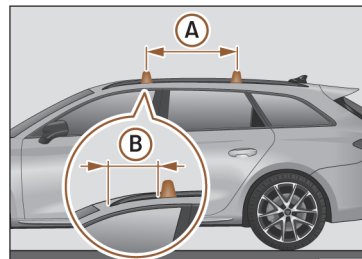

Fig. 137 Punctele de montare a barelor de acoperiș pentru suportul pentru portbagajul de acoperiș (Leon Sporttourer).
Barele transversale sunt montate pe barele de amarare»» fig. 137. Distanța dintre barele transversale (A) trebuie să fie de aprox. 75 cm, iar distanța dintre barele față și suportii față ai barelor de amarare laterale (B) trebuie să fie 30 cm.